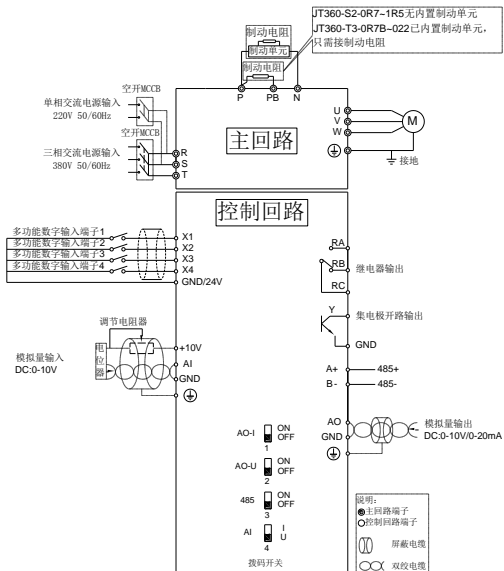

图 3-1 变频器 11kW 及以下功率接线示意图
1) JT360 系列变频器 11kW 及以下功率接线方式如图 3-1 所示：